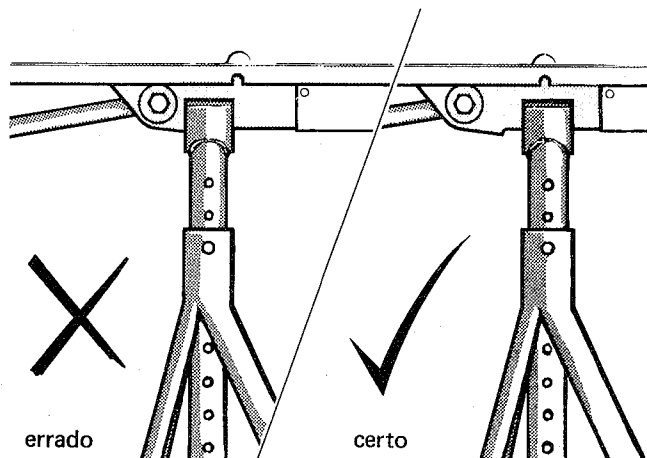

fig. 6
4. Ao instalar um cavalete no suporte do tirante traseiro, apoiá-lo na região mais baixa do suporte, nunca próximo à fixação do tirante (fig. 6)